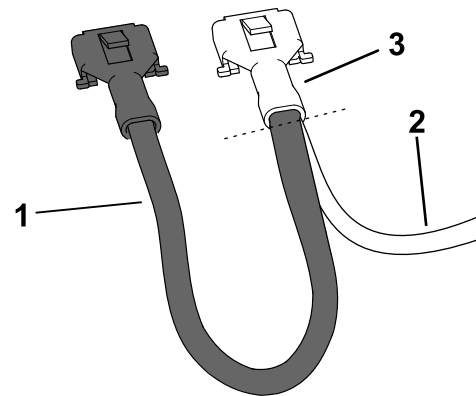

Figura 5
7. Corte el cable corto conectado a ambos terminales lo más cerca posible del terminal doble (Figura 5). Deseche el cable.
2. Instale el terminal del arnés de cables existente y el terminal del arnés de cables nuevo en el conector, como se muestra en la Figura 5.